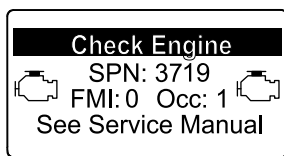

Figure 40
- Avertissement moteur SPN 3719, FMI : 0 (Figure 40)